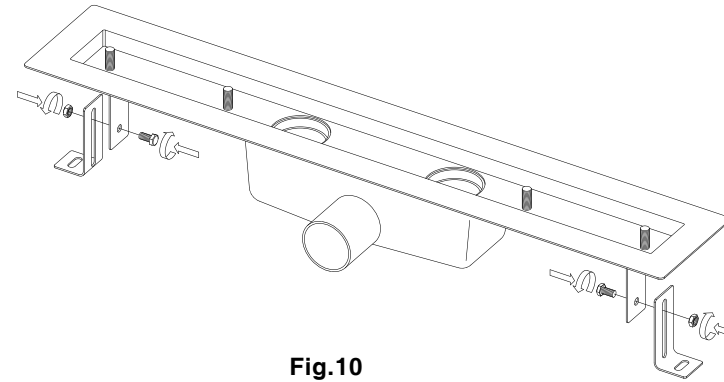

Fig.10
1. Coloque los anclajes proporcionados según el dibujo (ver Fig.10).
- 1- Install the provided anchors according to drawing (see fig. 10).